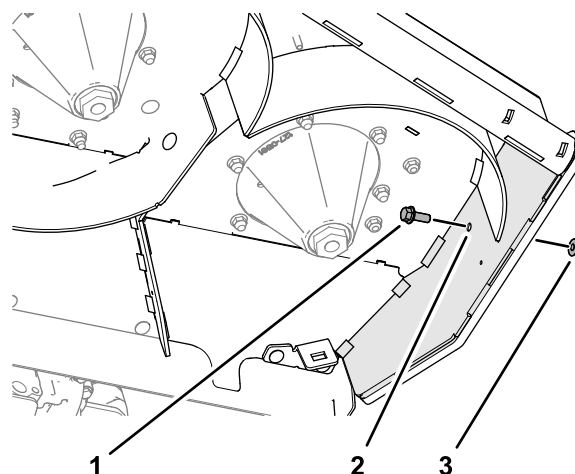

Figure 42
2. Insérez une vis à embase ($\frac{3}{8}$ " x 1") dans les trous de 10 mm du plateau de coupe (Figure 42) et fixez les vis avec les contre-écrous à embase ($\frac{3}{8}$ ") que vous avez retirés à l'opération 1.